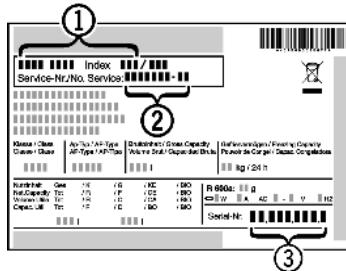

Fig. 7
- ▶ Назва пристрою Fig. 7 (1), сервісний номер Fig. 7 (2) та серійний номер Fig. 7 (3) вказані на таблиці типів. Таблиця типів знаходитьться всередині пристрою, зліва.
- ▶ Повідомте сервісну службу про характер неполадки, назву пристрою Fig. 7 (1), сервісний номер Fig. 7 (2) та серійний номер Fig. 7 (3).